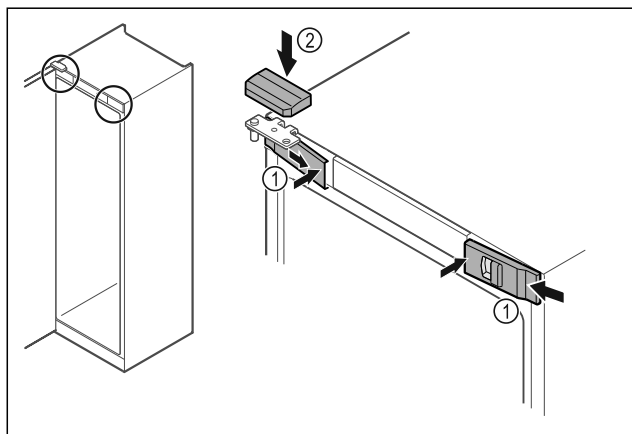

Fig. 45
- Klik de forreste afdækninger Fig. 45 (1) i på siden, og lad dem gå i hak indvendigt.
- Klik på den øverste afdækning Fig. 45 (2) på ovenfra.